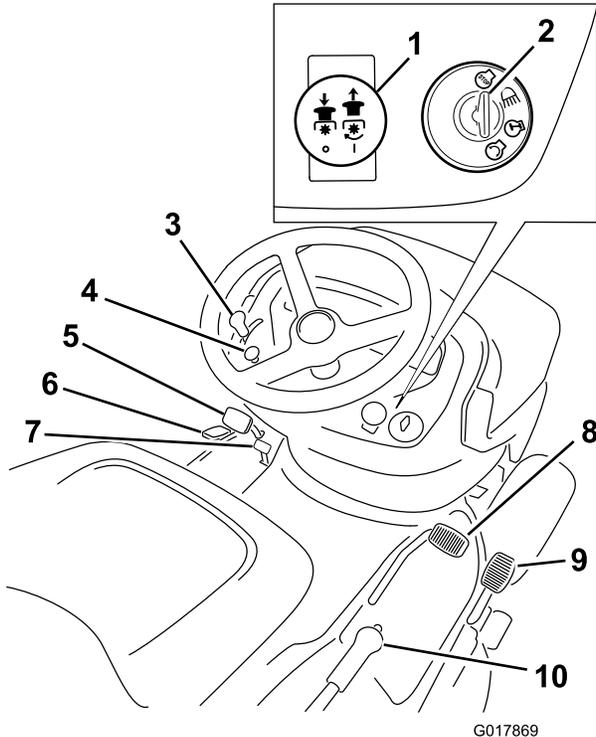

Figure 4
Avant de mettre le moteur en marche et d'utiliser la machine, familiarisez-vous avec toutes les commandes (Figure 4).
1. Appuyez sur la pédale de frein (Figure 4) et maintenez-la enfoncée.
1. Enfoncez la pédale de frein (Figure 4).
Le compteur horaire se trouve sur le tableau de bord (Figure 4) et indique le nombre total d'heures de fonctionnement de la machine.
2. Tirez la commande des lames (PDF) en position Engagée (Figure 4).
2. Poussez le bouton de commande des lames (PDF) en position Désengagée (Figure 4).
4. Désengagez la commande des lames (PDF) ; voir Figure 4.